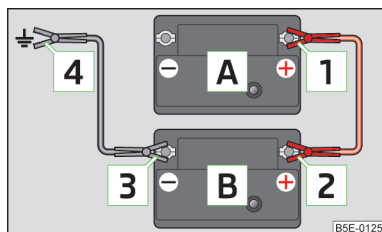

Fig. 145
- Conectar el borne **1** al polo positivo de la batería descargada **A** » fig. 145.